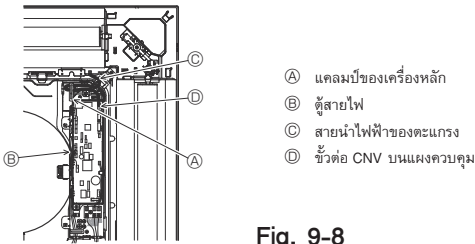

Fig. 9-8
9.4.4. การเชื่อมต่อสายไฟ (Fig. 9-8)